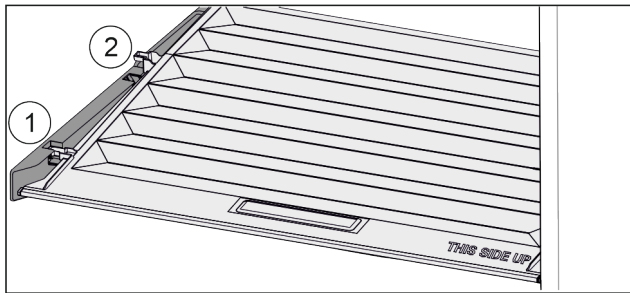

Fig. 154
- ▶ Deckel bis zur Öffnung in den Halteteilen nach vorne ziehen Fig. 154 (1).
- ▶ Hinten von unten anheben und nach oben wegnehmen Fig. 154 (2).